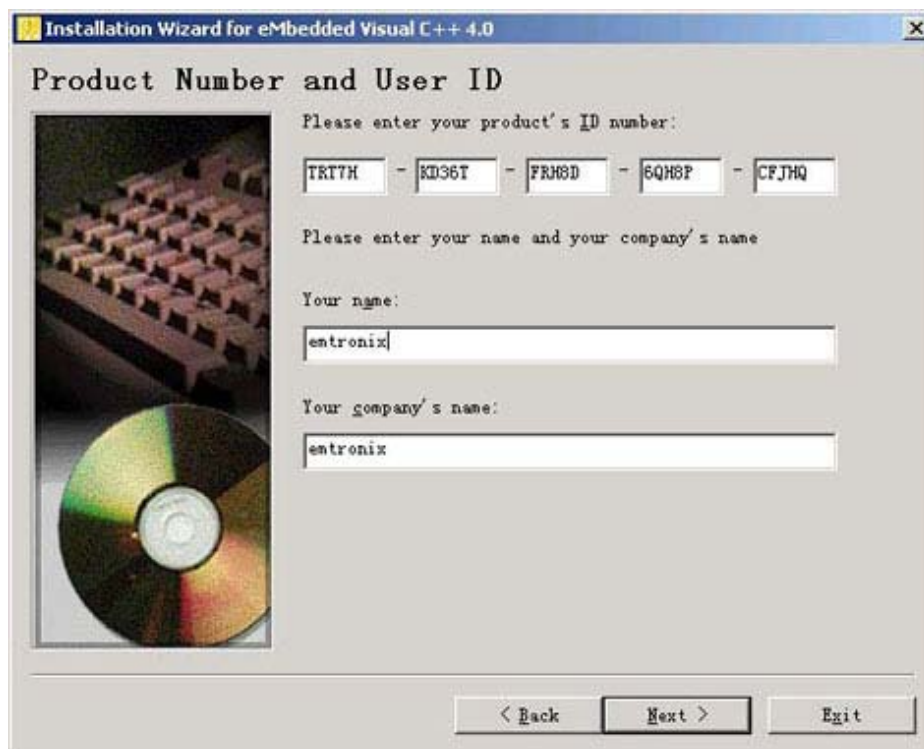

图 3-4 填写安装序列号
4、接下来将出现序列号对话框，打开“eVC 安装/key”文件夹，将文件中的序列号填入，如图 3-4。